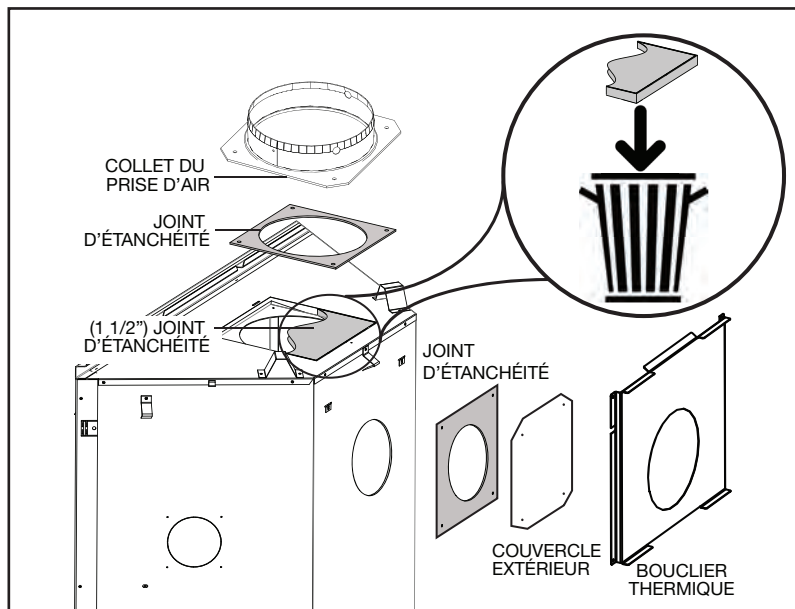

Fig. 2
- Retirez et **jetez** le joint d'étanchéité de 1 1/2 pouce (38,1mm) d'épaisseur (**Fig. 2**).
- Placez le collet du prise d'air de 8" (203mm) et le joint d'étanchéité en haut de l'appareil et fixer en place utilisant quatres vis (**Fig. 2**).